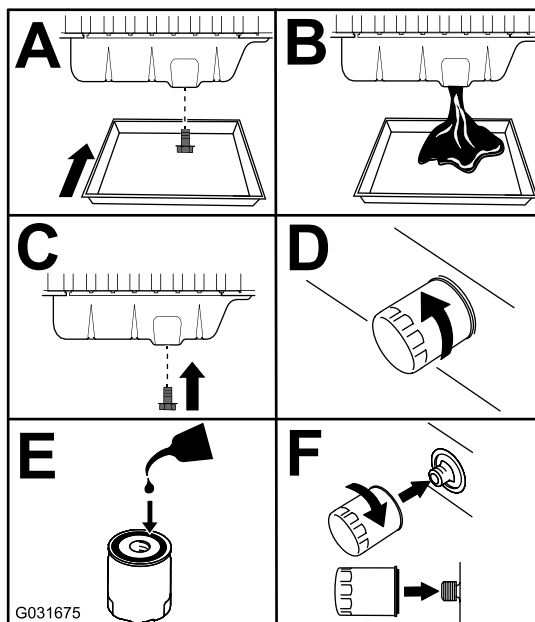

Figura 81
3. Sostituite l'olio motore e il filtro (Figura 81).